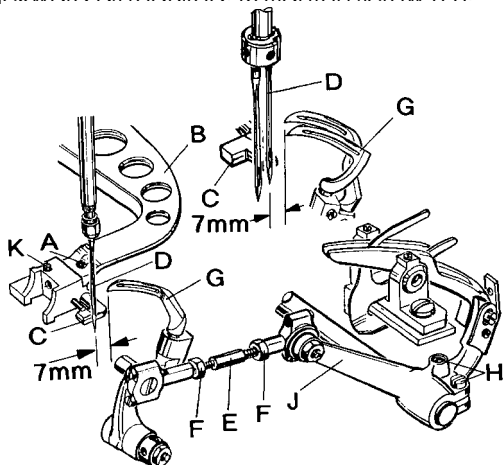
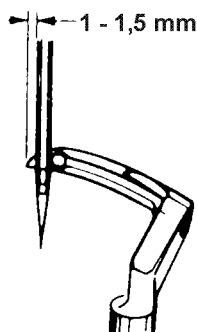
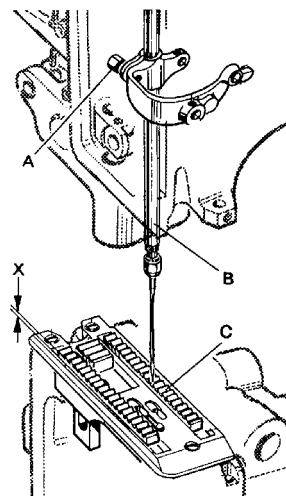
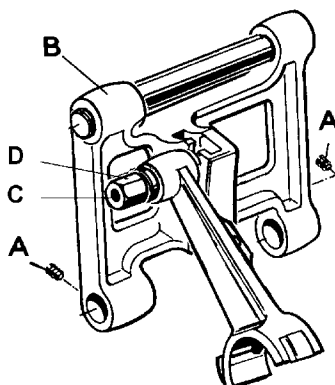

Fig. 10
Fig. 12
Fig. 13
Fig. 14
Remove the presser foot, throat plate and feed dog, for convenient access to the machine. Loosen the screw (A, Fig.10) in the feed bar (B) and push the feed bar needle guard (C) to the rear to avoid its contacting the needle(s) (D).
Set the looper connecting rod (E) so the distance (X, Fig. 12) between the centerlines of the two ball joints is 69.8 mm (2 3/4 in.). For adjustment loosen the two nuts (F, Fig.10) and turn connecting rod (E) forward or backward as required to obtain specified dimension, retighten nuts (F).
Zur bequemeren Einstellung entfernen Sie Drückerfuß, Stichplatte und Transporteur. Lösen Sie die Schraube (A, Fig.10) im Transporteurträger (B) und drücken Sie den Nadelanschlag (C) nach hinten, damit er die Nadel(n) (D) nicht berühren kann.
Die Greiferverbindungsstange (E) muß so eingestellt sein, daß der Abstand (X, Fig. 12) von Mitte zu Mitte Kugelgelenk 69,8 mm beträgt. Zum Einstellen lösen Sie die beiden Muttern (F, Fig.10) und drehen die Verbindungsstange (E) vor oder zurück bis der erforderliche Abstand erreicht ist. Ziehen Sie die Muttern (F) wieder an.
Remove the face cover on machine arm. Rotate handwheel in operating direction until the looper point, moving to the left, projects 1 to 1.5 mm (.040 to .060 in.) left of the needle (see Fig. 12). Lower edge of looper and upper edge of needle eye must be flush in this position. If adjustment is necessary, loosen clamp screw (A, Fig. 13) in the needle bar connection and move the needle bar up or down, as required. Retighten screw (A) and remount face cover.
Entfernen Sie den Stirndeckel am Maschinenarm. Drehen Sie das Handrad in Nährichtung bis die sich nach links bewegende Greiferspitze 1 bis 1,5 mm links der Nadel steht (siehe Fig. 12). In dieser Stellung müssen Unter- und Oberkante Greifer und Oberkante Nadelöhr bündig sein. Ist eine Einstellung notwendig, lösen Sie die Klemmschraube (A, Fig. 13) im Nadelstangenmitnehmer und schieben die Nadelstange (B) entsprechend nach oben oder unten. Ziehen Sie die Schraube (A) wieder an und montieren Sie den Stirndeckel.
At highest point of feed dog travel, the lower feed dog (C, Fig. 13) should be set so that the rear teeth project their full depth (X, Fig. 13) above the throat plate surface. For setting remove the lower feed dog and adjust the supporting screw (K, Fig. 10) on the top to the feed bar to the required height. Remount the lower feed dog. After loosening screws (A, Fig. 14) rear in the feed rocker (B) the feed bar with feed dog can be moved laterally to center the feed dog in the throat plate slots, if required. Retighten screws (A).
Im höchsten Punkt der Transporteurbewegung sollen die hinteren Zähne des unteren Transporteurs (C, Fig. 13) eine volle Zahnhöhe (X, Fig. 13) über die Stichplattenoberfläche hinausragen. Zur Einstellung entfernen Sie den Transporteur und stellen die Stützscharbe (K, Fig. 10) oben im Transporteurträger auf die entsprechende Höhe. Montieren Sie den Transporteur wieder. Nach dem Lösen der Schrauben (A, Fig. 14) hinten im Transportrahmen (B) kann der Transporteurträger bei Bedarf mit dem Transporteur seitlich verschoben und in den Stichplattenschlitzen vermittelt werden. Ziehen Sie die Schrauben (A) wieder an.
Stud (C, Fig. 14) for setting the stitch length is accessible from the outside.
The length of the stitch can be adjusted by raising or lowering the stud (C, Fig. 14) in the segment slot of the feed rocker (B). Lowering stud (C) will lengthen the stitch, raising the stud will shorten the stitch. After loosening nut (D), stud (C) can be moved accordingly. When the desired stitch length is obtained, retighten nut (D).
Der Bolzen (C, Fig. 14) zur Einstellung der Stichtlänge ist von außen zugänglich.
Die Stichtlänge kann durch Höher- oder Tieferstellen des Bolzens (C, Fig. 14) in der Nut des Transportrahmens (B) verändert werden. Tieferstellen des Bolzens (C) verlängert den Stich, Höherstellen verkürzt ihn. Nach Lösen der Mutter (D) läßt sich der Bolzen (C) entsprechend verschieben. Wenn die gewünschte Stichtlänge eingestellt ist, ziehen Sie die Mutter (D) wieder an.
The needle guard (C, Fig. 10) has to be set so, that it just contacts the needle at its most forward point of travel, without deflecting it.
Loosen screw (A, Fig. 10) in the feed bar (B) and adjust the needle guard (C) accordingly. Retighten screw (A).
Der Nadelanschlag (C, Fig. 10) muß so eingestellt sein, daß er in der vordersten Stellung seiner Bewegung gerade die Nadel berührt, aber nicht ablenkt.
Zur Einstellung lösen Sie die Schraube (A, Fig. 10) im Transporteurträger (B), und stellen den Nadelanschlag (C) entsprechend ein. Ziehen Sie die Schraube (A) wieder an.